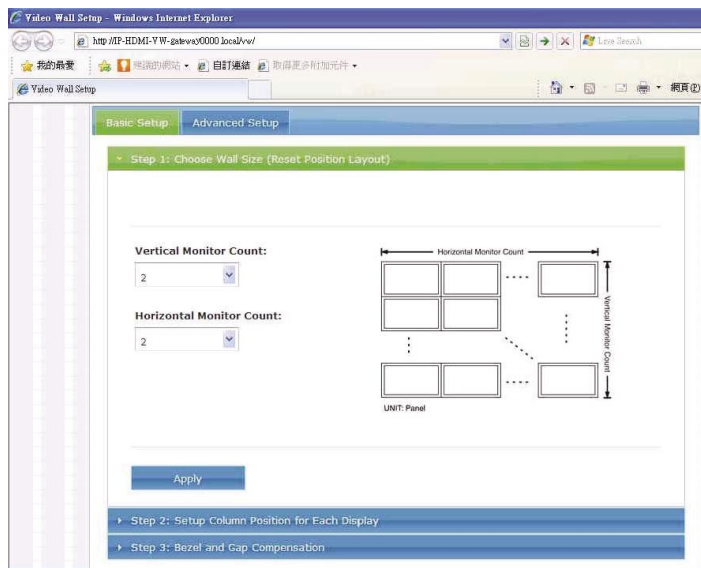

Рис. 14. Настройка видеостены — выбор размера видеостены
Чтобы настроить видеостену, установите пометки на передающих и приемных устройствах, для которых Вы желаете выполнить настройку. Щелкните на кнопке TV Wall в главном окне, чтобы настроить видеостену. Программа перенаправит Вас к веб-странице основных настроек устройства. Настройка проста и состоит из трех основных этапов (см. рис. 14).
5. Щелкните на вкладке Basic Setup (основные настройки). Выводится окно первого этапа основных настроек (Step 1, см. рис. 14).